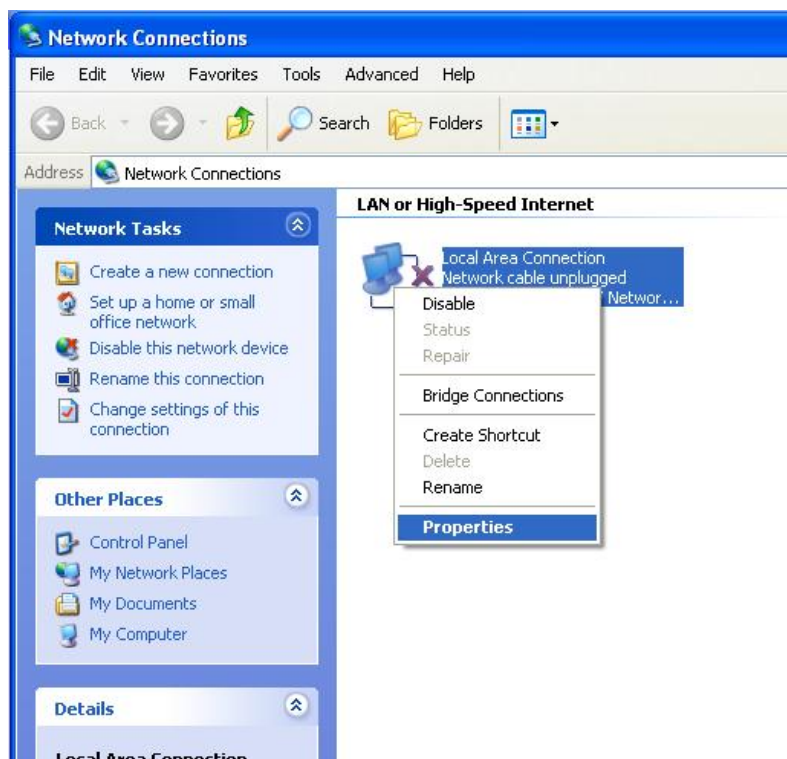
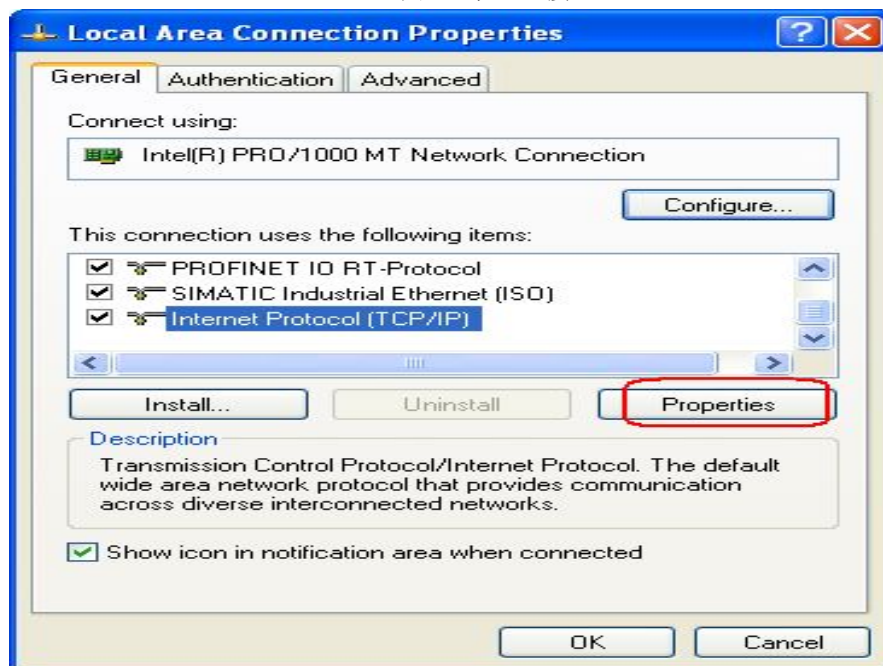
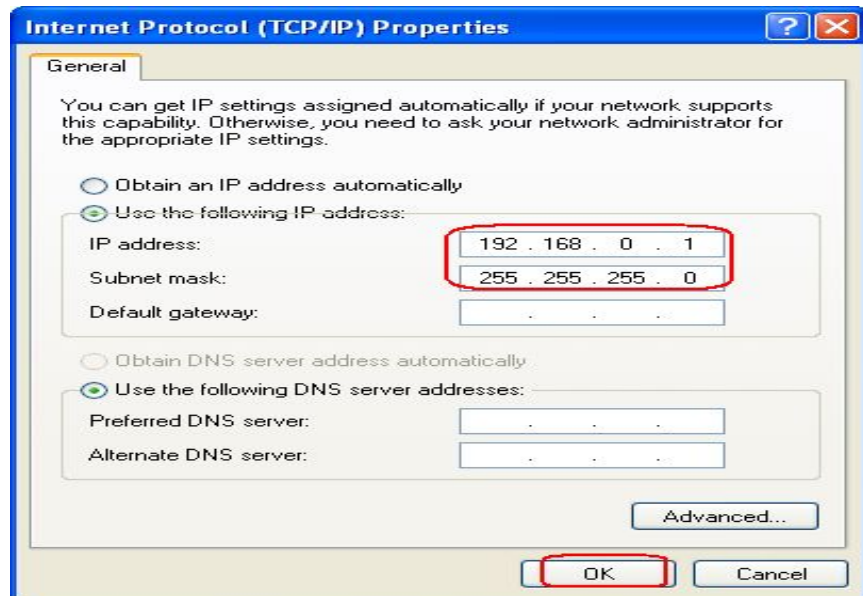

图 6: 本地连接
图 7: 网卡属性选择
图 8： 分配普通网卡参数
点击 Network Properties 后，WINDOWS 网络配置窗口即打开，选择本地连接属性菜单设置网卡参数，如 IP 地址，子网掩码等。步骤如图 6，图 7，图 8。确认各步设置后，网卡配置完成。
- 2) 正确完成 PC 站的硬件组态后，打开配置控制台（start→simatic→simatic net→Configuration console），可以看到所用以太网卡的模式已从 PG mode 切换到 Configuration mode,插槽号（Index）也自动指向 3。如图 8。
点击 **IE General** 属性对话框中 **Properties** 按钮打开以太网接口参数设置对话框, 按要求设置以太网卡的 IP 地址和相应的子网掩码。IP 地址应与实际硬件所设以太网卡 IP 地址一致。(与图 7 中 IP 地址相同) 并用 **New** 按钮建立一个 **ethernet** 网络。确认所有组态参数, 完成网卡设置。